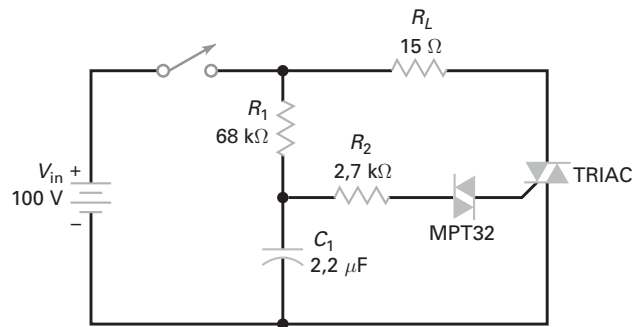

Figura 13-45
- 13-19** O diac na Figura 13-45 tem uma tensão de ruptura de 20 V e o triac tem uma V_{GT} de 2,5 V. Qual é a tensão no capacitor que faz o triac conduzir?
- 13-20** Qual é a corrente na carga na Figura 13-45 quando o triac está conduzindo?
- 13-21** Todas as resistências na Figura 13-45 foram dobradas e a capacitância triplicada. Se a tensão de ruptura do diac for de 28 V e a tensão de disparo no gatilho do triac for de 2,5 V, qual é a tensão no capacitor que dispara o triac?